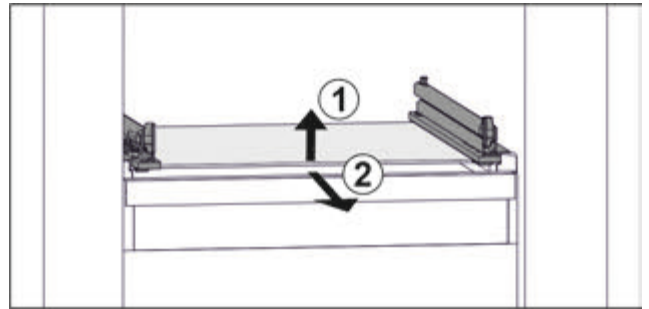

Fig. 39 Приблизне відображення скляної пластини
- ▶ Підняти скляну пластину спереду. Fig. 39 (1)
- ▶ Вийняти скляну пластину рухом вперед. Fig. 39 (2)